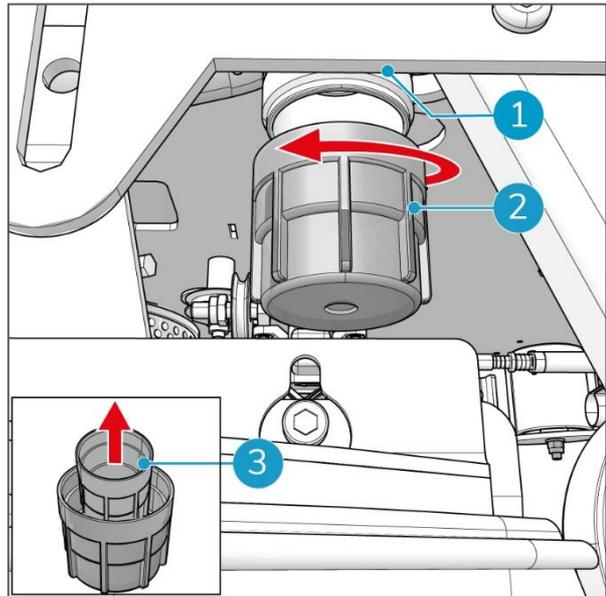

Abbildung 67
2. Der Wasserfilter befindet sich rechts vorn an der Unterseite des i-drive® (Abbildung 67, Pos. 1).
3. Drehen Sie die Kappe des Wasserfilters (Abbildung 67, Pos. 2) entgegen dem Uhrzeigersinn, um den Filter auszubauen. Das integrierte Ventil des Wasserfilters verhindert, dass bei geöffnetem Filter Wasser ausläuft.
4. Nehmen Sie den Wasserfilter (Abbildung 67, Pos. 3) aus der Kappe.